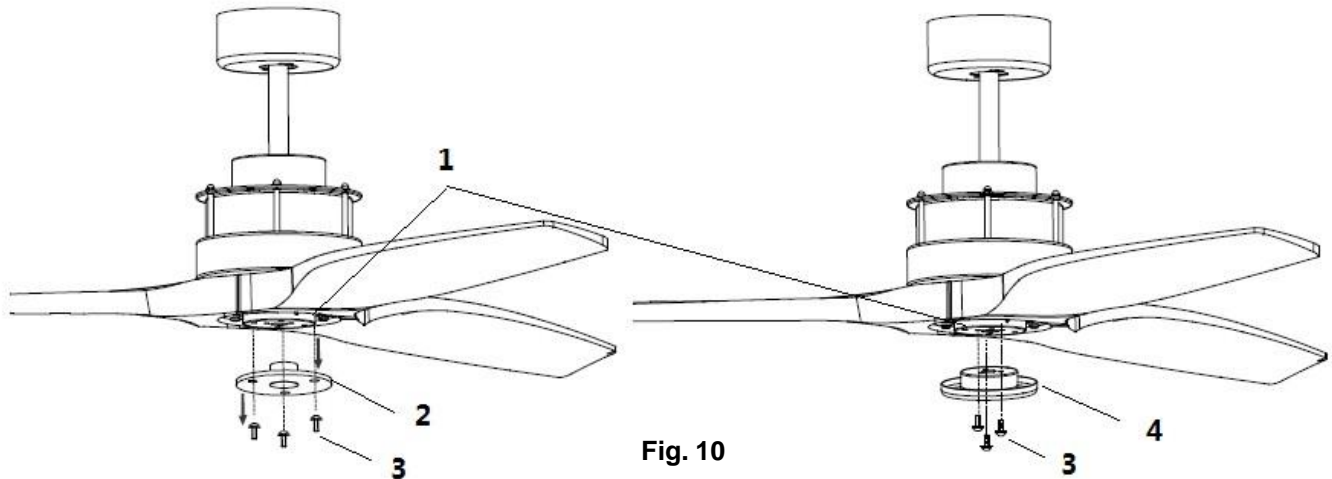

Fig. 10
- Αφαιρέστε τον αντάπτορα του κάτω καλύμματος (2) από το ΚΙΤ φωτισμού (1) αφαιρώντας τις 3 βίδες (3). Δείτε Fig.10
- Τοποθετήστε τον αντάπτορα (4) στο ΚΙΤ φωτισμού (1) με την βοήθεια των 3 βιδών (3). Δείτε Fig.10
- Τοποθετήστε ορθά τις μπαταρίες 2 x 1.5VDC στο ασύρματο χειριστήριο No1 (Fig.10)